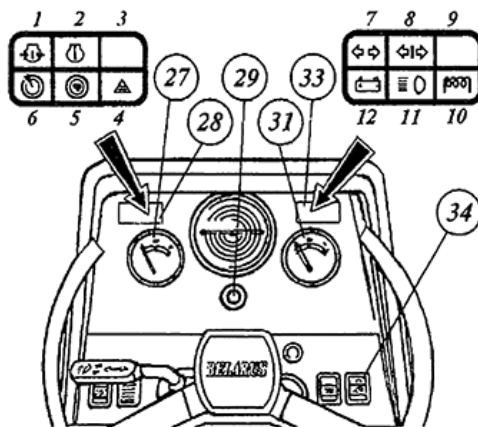

Рис. 25. Контрольно-вимірювальні прилади
28, 33. Блоки контрольних ламп (рис. 25). Сигналізують про аварійних режимах або роботоздатності окремих вузлів трактора.
Блоки контрольних ламп (рис.25):
29. Вмикач аварійної сигналізації (рис. 25). При віджиманні кнопки всередині її спалахує контрольна лампа і блимає одночасно з миготливим світлом сигналізації.
31. Показчик рівня палива (рис. 25). Шкала має поділки: 0 - 1/2 - П.
34. Вмикач світла робочої (задньої) фари (рис. 25).